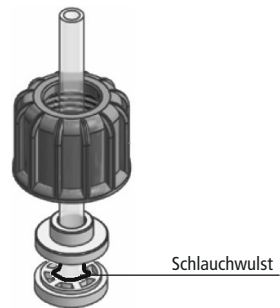

Abb. 3.4 Montage PVDF-Schlauch
Dadurch dass der Klemmring den Schlauch gegen den Konus des Schlauchnippels quetscht, bildet der Schlauch zwischen dem Klemmring und der Dichtfläche des Schlauchnippels eine Wulst (siehe Abb. 3.4). Diese Wulst sorgt dafür, dass der Schlauch fest sitzt und sich aus der Verbindung nicht mehr herausdrücken kann.
- Schrauben Sie die Überwurfmutter nach 2-3 Minuten noch einmal ab und vergewissern Sie sich, dass der Schlauch eine Wulst zwischen Schlauchnippel und Klemmring gebildet hat (siehe Abb. 3.4).
- Schließen Sie den Druck-/Dosierschlauch - wie in Abbildung 3.4 dargestellt - an das Impfventil an. Achten Sie darauf, daß der Schlauch frei montiert und nicht geknickt ist und nirgendwo scheuern kann.